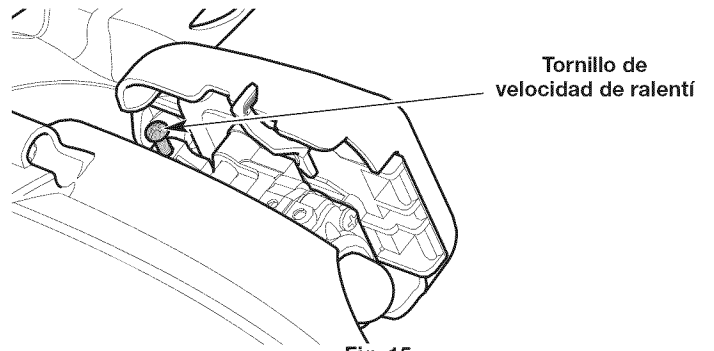

Fig. 15
2. Mueva el control de velocidad a la posición **LO (lento)** y deje que el motor funcione en ralentí. Si el motor se para, aumente la velocidad de ralentí. Use un destornillador Phillips pequeño para girar el tornillo de velocidad de ralentí en el sentido de las agujas del reloj, 1/8 de giro cada vez hasta que el motor funciona al ralentí de manera uniforme (Fig. 15).